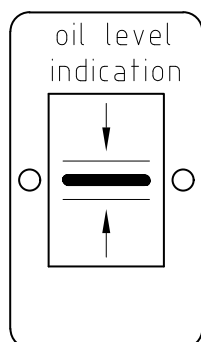

Figure 6: Indication du niveau d'huile.
- 5 Pour le niveau d'huile correct, voir la plaque signalétique (voir figure 6).